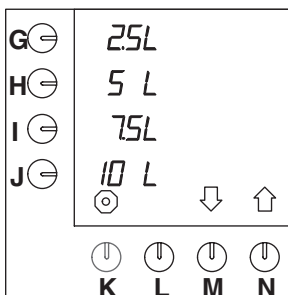

Fig. 23 Standaard voorkeuzetoetsen
Het apparaat staat standaard op de eenheid L (= liters) ingesteld. Deze eenheid kan gewijzigd worden. (Deze eenheid staat standaard in het display bij de voorkeuzetoetsen (fig. 23)).
- Druk op selectietoets (N.)↑ tot fig. 23 in het display verschijnt.